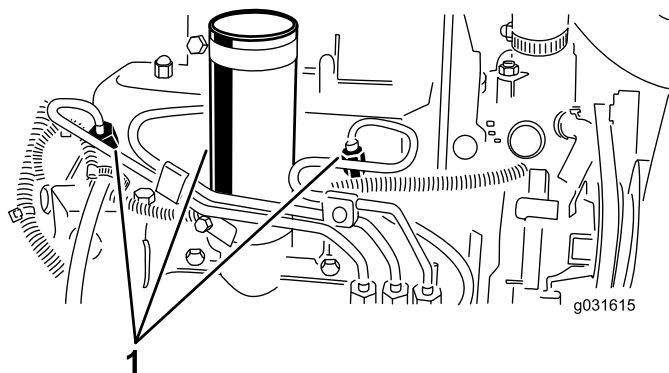

Figure 54
1. Desserrez le raccord entre l'injecteur n° 1 et le porte-injecteurs (Figure 54).